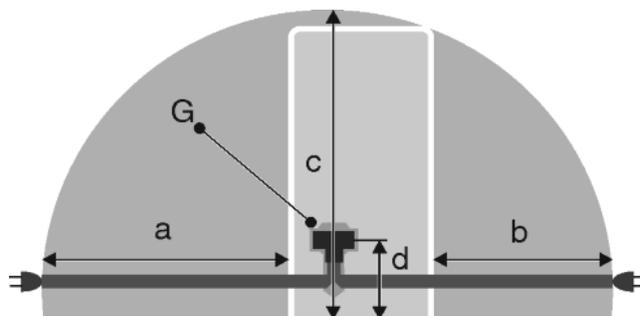

Fig. 20
- El enchufe se encuentra fuera de la zona de la parte trasera del aparato en zona determinada Fig. 20 (a, b, c).
- ▶ Enchufe la clavija del aparato Fig. 20 (G) en la parte posterior del aparato. Preste atención a que encaje correctamente.